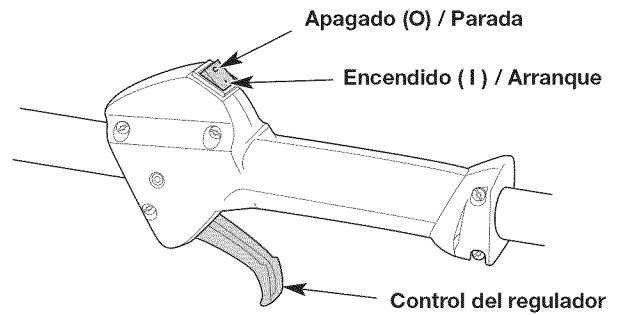

Fig. 6
NOTA: No hay necesidad de encender la unidad. El interruptor de Encendido/Apagado debe estar en la posición ENCENDIDO (I) en todo momento (Fig. 6).
6. **NO** oprima el control del regulador (Fig. 6). Tire de la cuerda con movimiento controlado y firme hasta que la unidad arranque (Fig. 9).
2. Oprima y no suelte el interruptor de control de Encendido y Apagado en la posición APAGADO (O) hasta que el motor se detenga por completo (Fig. 6).
- NOTA:** No hay necesidad de encender la unidad. El interruptor de Encendido/Apagado debe estar en la posición ENCENDIDO (I) en todo momento (Fig. 6).
6. **NO** oprima el control del regulador (Fig. 6). Coloque el accesorio Speed Start™ en el puerto Speed Start™ (Fig. 19). Consulte la sección *Operación* del manual del operador del accesorio Speed Start™.